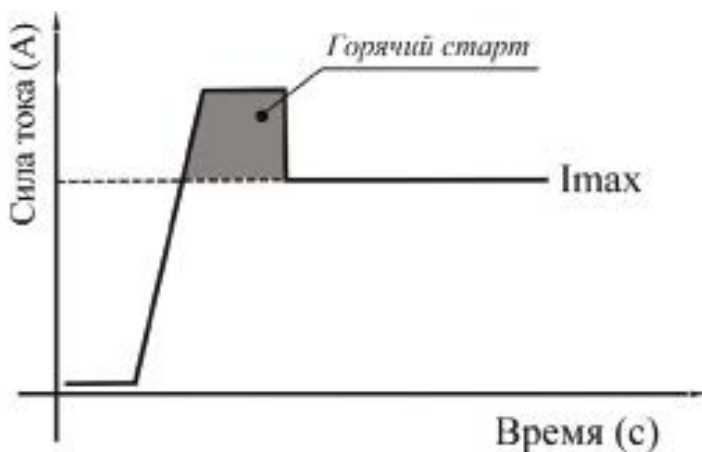

Рисунок 7.8. Горячий старт.
**Горячий старт** для обеспечения лучшего поджига дуги в начале сварки. Инвертор автоматически повышает сварочный ток. Это позволяет значительно облегчить начало сварочного процесса (см. рис. 7.8).